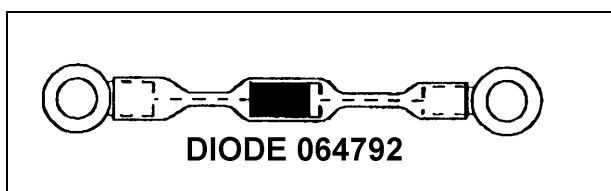

FIGURE 2 : DIODE
3. Enlever les deux vis de fixation et installer la diode. Reserrer les deux vis de fixation adéquatement (voir figures 2 et 3).